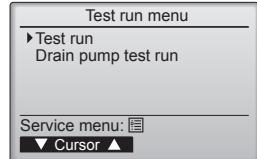

Fig. 8-2
- Velg "Testkjøring" fra Testkjøring-menyen, og trykk på [VELG]-knappen. (Fig. 8-2)